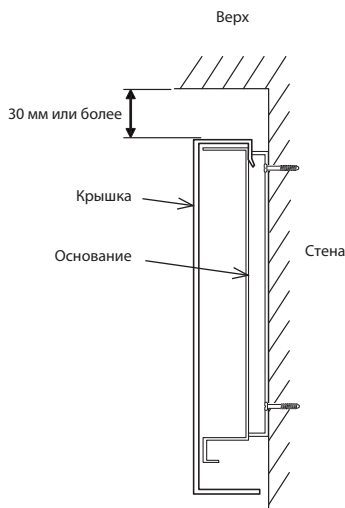

Рис. 2.3.2
- * Для предотвращения падения устройства со стены используйте подходящие винты (не входят в комплект) и закрепите основание горизонтально в нужном месте на стене. (См. рис. 2.3.2)